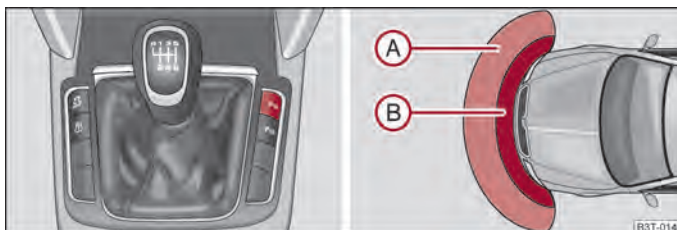

Abb. 121 Aktivieren der Einparkhilfe / Einparkhilfe: Erfassungsbereich der vorderen Sensoren
Die Abstandswarnung beginnt bei einem Abstand von etwa 120 cm zum Hindernis vor dem Fahrzeug (Bereich **A**) ⇒ Abb. 121) und etwa 160 cm zum Hindernis hinter dem Fahrzeug (Bereich **A**). Mit der Verringerung des Abstands verkürzt sich das Intervall zwischen den Tonimpulsen.
Die Einparkhilfe wird bei eingeschalteter Zündung beim Einlegen des **Rückwärtsgangs** oder durch Drücken der Taste \Rightarrow Abb. 121 - links aktiviert, in der Taste leuchtet das Symbol P_{u} . Die Aktivierung wird durch einen kurzen Quittierton bestätigt.
Die Einparkhilfe wird nach Drücken der Taste P_{u} \Rightarrow Abb. 121 oder bei einer Geschwindigkeit über 10 km/h deaktiviert - das Symbol P_{u} in der Taste erlischt.
- Wenn nach Aktivierung des Systems etwa 3 Sekunden lang ein Warnton ertönt und sich in Fahrzeugnähe kein Hindernis befindet, liegt ein Systemfehler vor. Der Fehler wird zusätzlich durch das Blinken des Symbols P_{u} in der Taste \Rightarrow Abb. 121 signalisiert. Lassen Sie den Fehler von einem Fachbetrieb beheben.